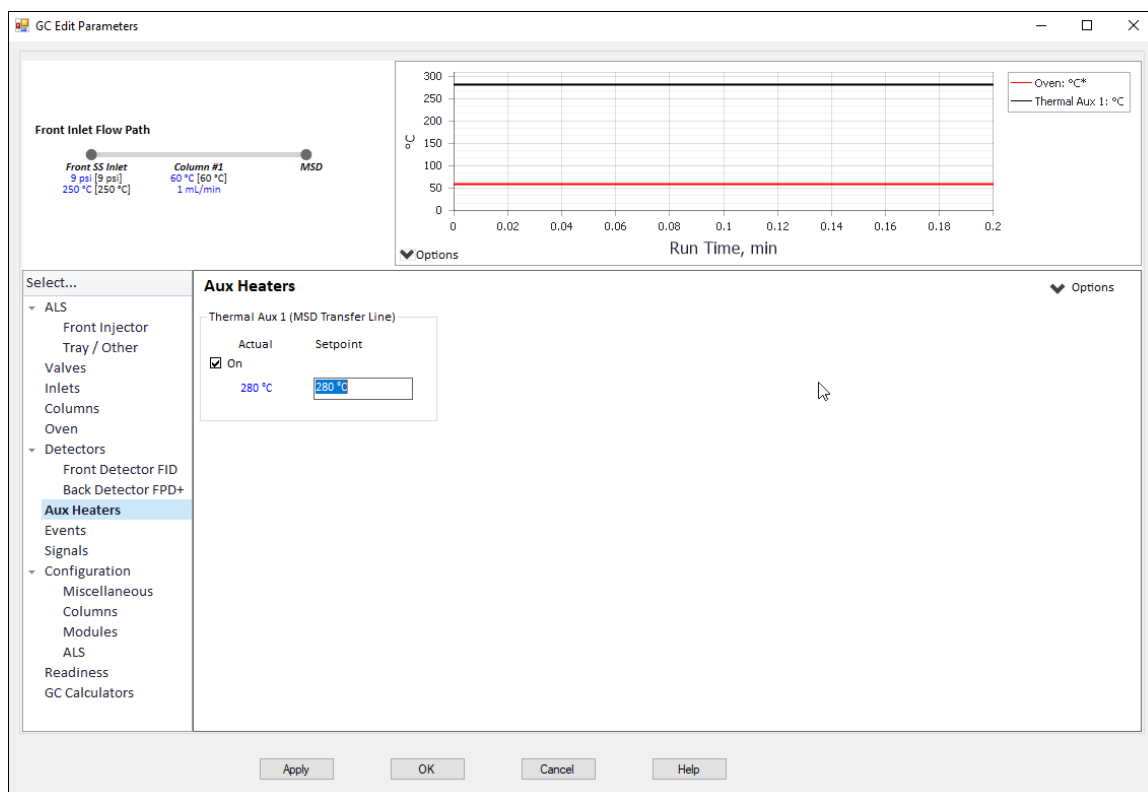

Figure 29. Fenêtre de modification des paramètres du GC 8890
- 2 Cliquer sur **Aux Heaters** (Chauffages aux) pour modifier la température de l'interface. (Voir **Figure 29**.)